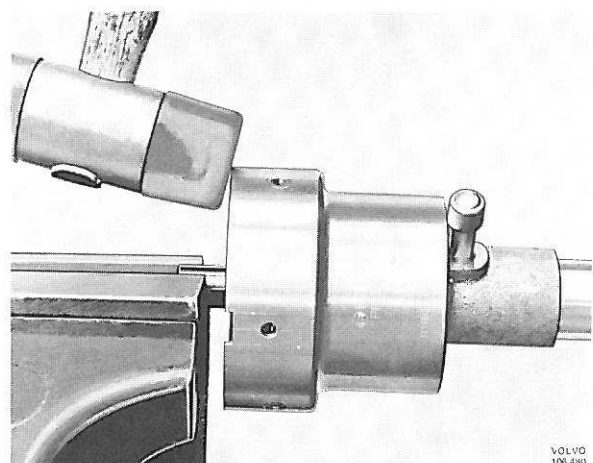

Fig. 3-51. Dépose de circlip
5. Décrocher les ressorts du régulateur centrifuge et repérer la position de la came de rupteur par rapport à l'arbre distributeur. Bloquer la came de rupteur dans un étau à mordaches douces, voir la fig. 3-51.
Frapper avec précaution sur la boîtier de distributeur à l'aide d'un maillet en plastique jusqu'à ce que le circlip se dégage, voir la fig. 3-51.